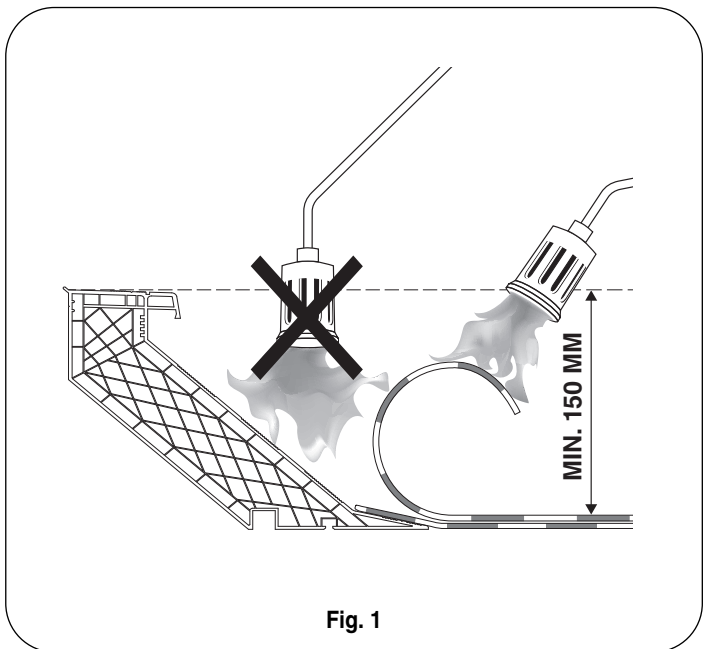

Fig. 1
- Screw the curb on the roof construction through the indication line of the flange (timber screws 5,2x60 or metal screws 4,8x60). Start at 7,5 cm from the extremities. The axis distance of the other screws must not exceed 30 cm. Pull up the roofing underneath the top flange. Beware that the membrane and not the curb is warmed up when using the welding with flame method as shown on figure 1.
- Achten Sie darauf, dass beim Schweißen mit Flamme die Membran und nicht der Aufsatzkranz geheizt wird (siehe Bild 1).